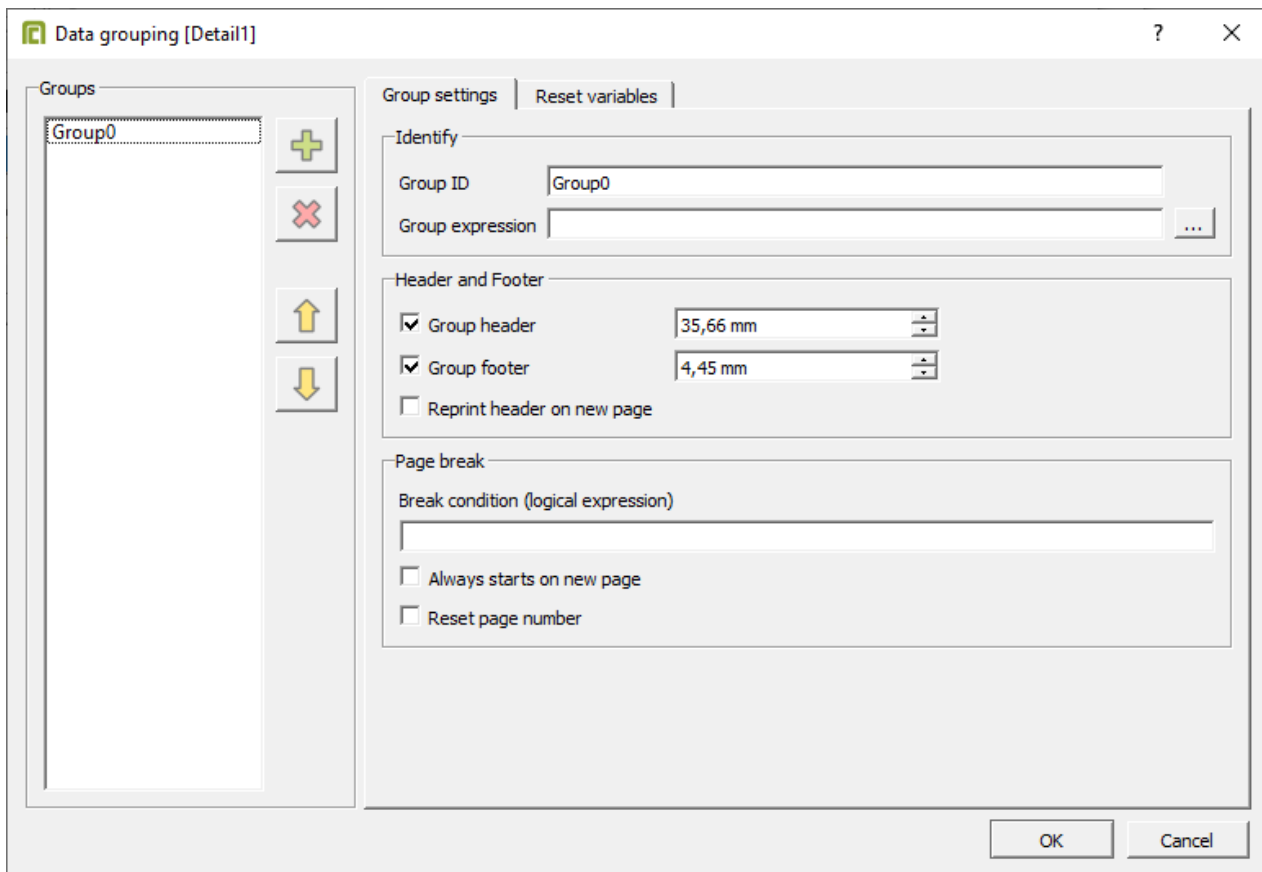

Рисунок 318 - Настройка Detail Group
4. Нажмите **OK** (Рисунок 318).